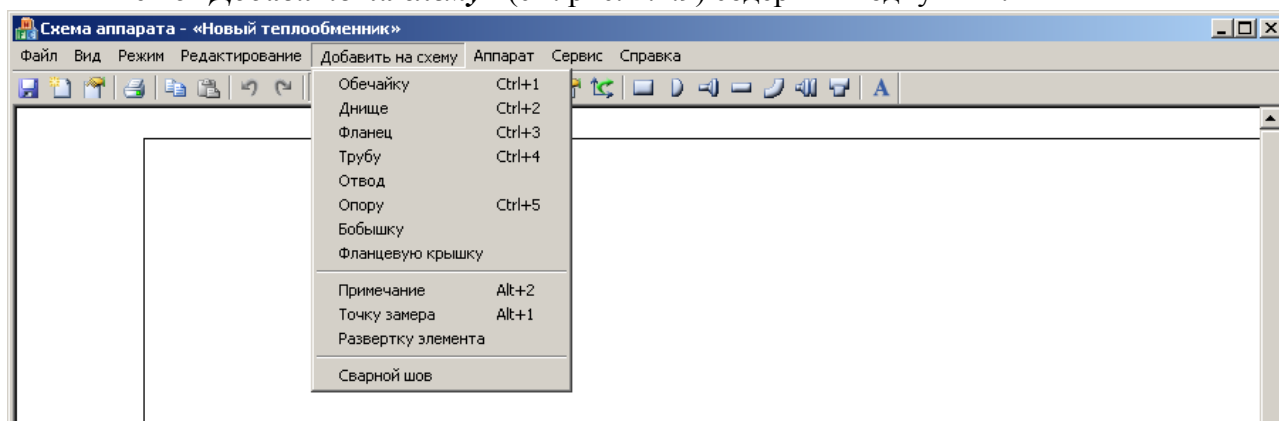

Рис. 4.2.9. Меню «Добавить на схему» редактора схем аппаратов
Меню «**Добавить на схему**» (см. рис. 4.2.9) содержит подпункты:
2. *Добавить в спецификацию* – добавление элементов в спецификацию аппарата (для отображения элементов на схеме следует их добавить на схему см. рис. 4.2.9).